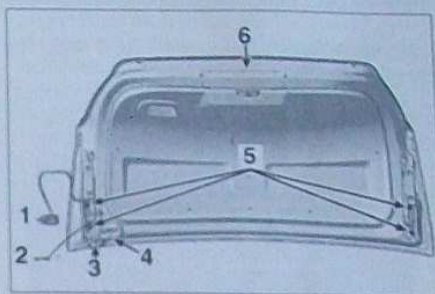

FIG. 35
Débrancher le connecteur d'alimentation (1) (couvercle de coffre) (Fig.35).